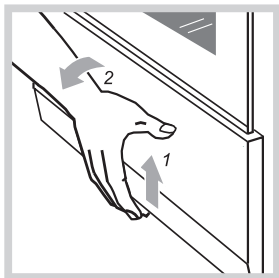

Рис. 8
- Чтобы открыть дверцу, ее нужно приподнять вверх и наклонить на себя (рис. 8).